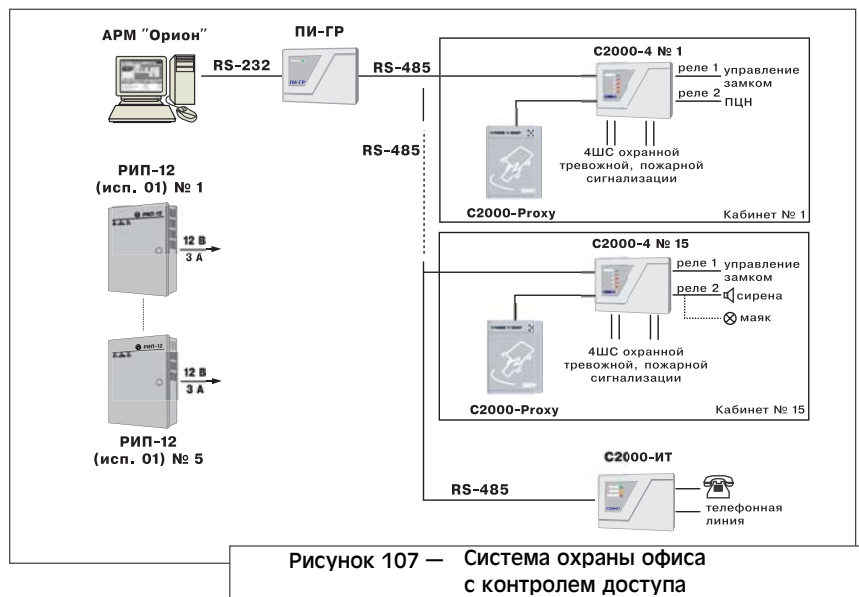

Рисунок 107 — Система охраны офиса с контролем доступа
3.2 КОМБИНИРОВАННАЯ СИСТЕМА ОХРАНЫ ОФИСА: 15 КАБИНЕТОВ С ИНДИВИДУАЛЬНЫМ КОНТРОЛЕМ ДОСТУПА В КАЖДЫЙ, ПЕРЕДАЧА ИНФОРМАЦИИ НА ПЦО И НА ТЕЛЕФОНЫ, В ТОМ ЧИСЛЕ МОБИЛЬНЫЕ (РИСУНОК 107)